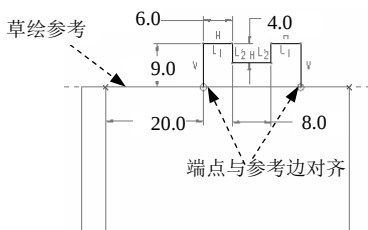

图 11.2.31 截面草图
Step6. 绘制自定义的平整壁的正面形状草图。单击 **形状** 按钮，在弹出的界面中单击 **草绘...** 按钮，在弹出的对话框中接受系统默认的草绘平面和参考，并单击 **草绘** 按钮；进入草绘环境后，选取图 11.2.31 中所示的边线为草绘参考；绘制图 11.2.31 所示的草图（图形不能封闭），然后单击“确定”按钮 。